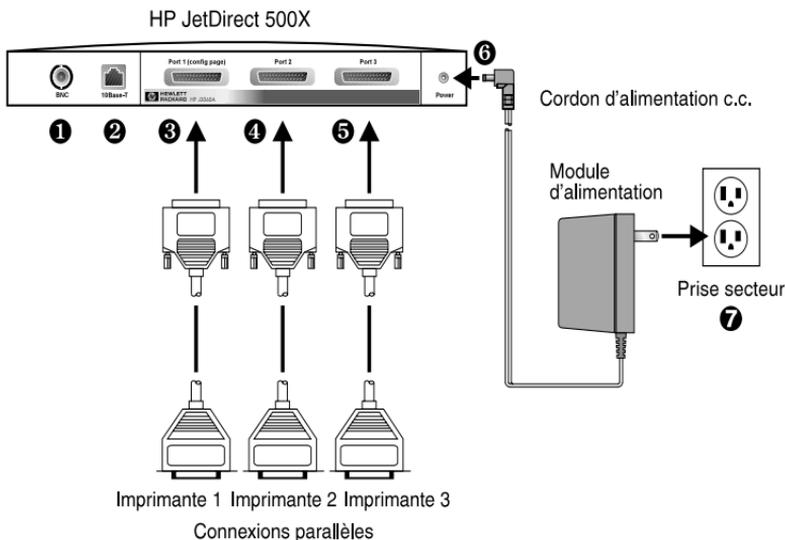

Figure 3-2 Connexions matérielles au moyen d'un module d'alimentation (modèle américain) pour le serveur d'impression HP JetDirect J3265
3. S'il s'agit d'un serveur d'impression Token Ring (J3264), réglez le commutateur de débit sur la vitesse appropriée (4 ou 16 Mo/s) (figure 3-2). A l'aide d'un stylo ou d'un objet similaire, relevez (16 Mo/s) ou abaissez (4 Mo/s) le commutateur.
Les numéros entourés dont il est fait mention dans les procédures suivantes correspondent aux numéros qui apparaissent dans la figure 3-2. Les serveurs d'impression HP JetDirect 300X et EX Plus possèdent un port d'imprimante ❸. Le modèle HP JetDirect 500X possède un port BNC ❶. Les modèles HP JetDirect 500X et 300X sont dotés d'un connecteur RJ-45 ❷ permettant une vitesse de liaison de 10 ou 100 Mo/s.
5. Branchez le serveur d'impression au réseau ❶ ou ❷.
6. Branchez le serveur d'impression aux imprimantes ❸, ❹ et ❺.
A l'arrière des serveurs d'impression HP JetDirect 300X (J3263) et 500X (J3265), des voyants DEL indiquent la vitesse de transmission (10 ou 100 Mo/s) (figure 3-2). (Applicable uniquement aux réseaux 10 Base-T et 100 Base-TX.)